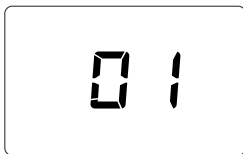

fig. 5- Pornire / Versiune software
- În timpul primelor 5 secunde, pe afișaj apare versiunea software a cartelei (fig. 5).